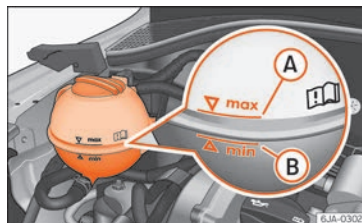

Fig. 245 Vano motor: depósito de líquido refrigerante.
- Compruebe el nivel de líquido refrigerante en el depósito de expansión del mismo »» **fig. 245**. Con el motor frío, el nivel de líquido refrigerante debe encontrarse entre las marcas **(B)** (mín.) e **(A)** (máx.). Con el motor caliente, el nivel puede sobrepasar también ligeramente la marca **(A)** (máx.).
- Coloque un trapo sobre el tapa del depósito de expansión de líquido refrigerante » » » **fig. 245** y desenrosque el tapón con **cuidado**.
¡No rellene el depósito de líquido refrigerante más allá de la marca  (máx.) » » » **fig. 245**! El líquido refrigerante excedente es expulsado del sistema de refrigeración al calentarse por la válvula de sobrepresión situada en el tapón de cierre del depósito de expansión de líquido refrigerante.